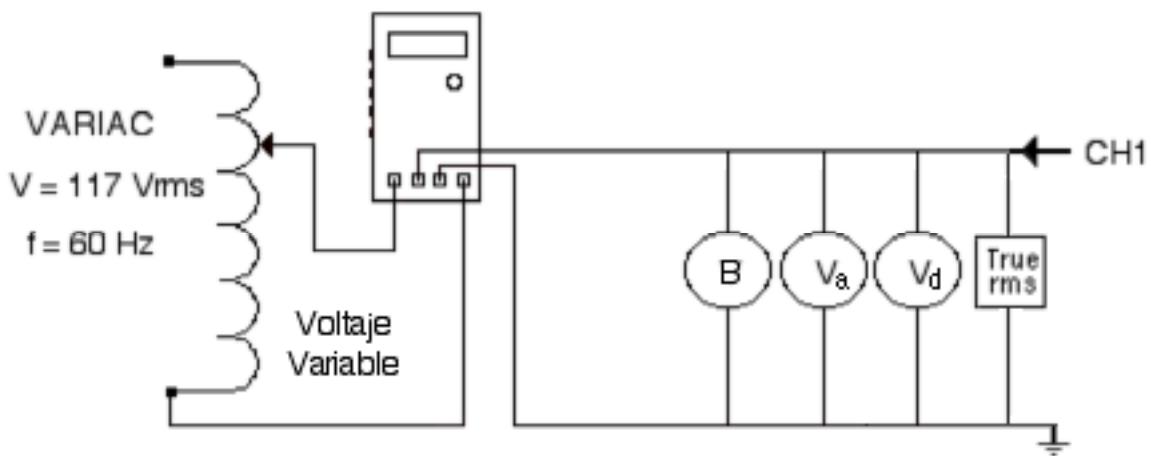
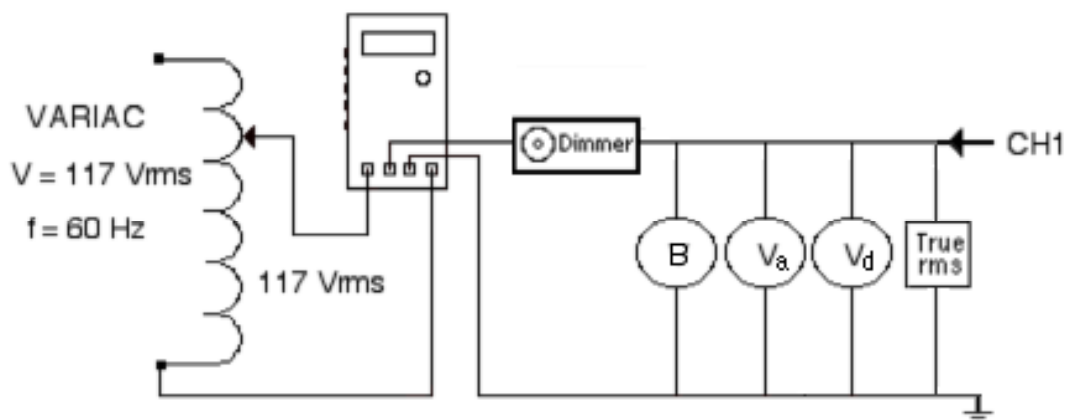

Figura 7.8.- Circuito demostrativo conectado directamente al variac para realizar mediciones con ondas sinusoidales
Figura 7.9.- Circuito demostrativo con el Dimmer para realizar mediciones con formas de onda no sinusoidales
20.- Para demostrar el tipo de medición que puede realizar un medidor de verdadero valor rms (True rms), así como las mediciones de potencia que realiza un vatímetro digital, se va a trabajar con los circuitos presentados en las figuras 7.8 y 7.9, en los que se va a conectar en primer lugar el vatímetro digital, el bombillo y luego, en paralelo con éste, un voltímetro analógico, un voltímetro digital, un medidor de verdadero valor rms y un osciloscopio, como muestra la Figura 7.8. En la segunda parte de la demostración se va a incluir un dimmer, como se observa en la Figura 7.9.
20.- Una vez conectado el circuito de la Figura 7.8, se va a aplicar el voltaje con el variac de forma que la amplitud sea la máxima permitida y por lo tanto la potencia en el bombillo sea la máxima. En estas condiciones se van a registrar las lecturas del vatímetro, el voltímetro analógico, el voltímetro digital, el medidor de verdadero valor rms y el voltaje pico en el osciloscopio en la siguiente tabla. A continuación se va a reducir la amplitud de la señal entregada por el variac hasta que alcance la mitad del valor máximo aplicado anteriormente y se van a registrar para este caso las lecturas del vatímetro, el voltímetro analógico, el voltímetro digital, el medidor de verdadero valor rms y el voltaje pico en el osciloscopio.
21- A continuación se monta el circuito de la Figura 7.9, incluyendo un Dimmer, como se muestra en dicha figura. Un Dimmer es un circuito electrónico que elimina una parte de la señal sinusoidal producida por la alimentación a fin de reducir la potencia entregada a la carga del circuito (en este caso el bombillo). El variac se va a llevar al voltaje máximo y se va a colocar el Dimmer en la posición que permite que llegue la máxima potencia al bombillo. En estas condiciones se van a registrar las lecturas del vatímetro, el voltímetro analógico, el voltímetro digital, el medidor de verdadero valor rms y el voltaje pico en el osciloscopio en la tabla correspondiente. A continuación se va a controlar el Dimmer hasta que en la pantalla del osciloscopio se observe solo la mitad de cada semiciclo de la señal de entrada y se van a registrar nuevamente las lecturas del vatímetro, el voltímetro analógico, el voltímetro digital, el medidor de verdadero valor rms y el voltaje pico en el osciloscopio. El análisis que Ud. va a realizar en el informe con los resultados obtenidos va a demostrar la importancia y conveniencia de contar con un medidor de valor rms verdadero.